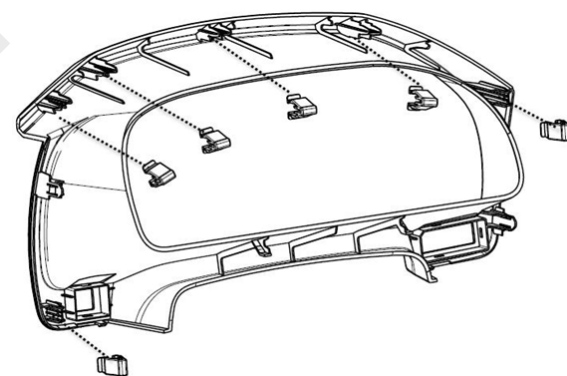

图 1.4.2 组合仪表罩内板卡扣示意
- (1) 确保六个塑料卡扣安装在产品相应位置（详见图 1.4.2）；
- (2) 沿水平方向靠近仪表板上本体，接上线束接插件；
- (3) 将组合仪表罩内板各卡脚对准仪表板上本体安装孔，轻拍各装配处至装配牢靠，外观配合完好。